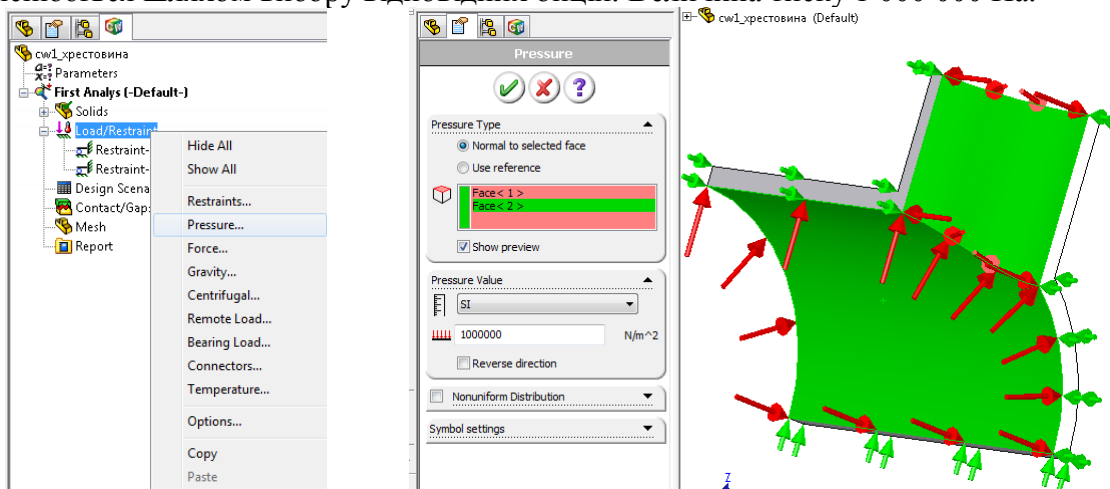

Рис. 1.17. Прикладення навантаження «Pressure (Давление)» до внутрішньої частини хрестовини
8. На всіх внутрішніх поверхнях деталі діє тиск. Прикладіть його одночасно до всіх внутрішніх граней (рис. 1.17). Для цього, утримуючи натиснутою клавішу **Ctrl** виділіть мишею дві внутрішні циліндричні поверхні й клацніть правою кнопкою миші по піктограмі **Load/Restraints (Нагрузки/Ограничения)** Менеджера. У контекстному меню, що відкриється, відзначте команду **Pressure (Тиск)**. *Тиск* - це розподілене навантаження, що діє нормально граням і постійне по величині. На панелі **Pressure** (рис. 1.17) врахування цих умов здійснюється шляхом вибору відповідних опцій. Величина тиску 1 000 000 Па.